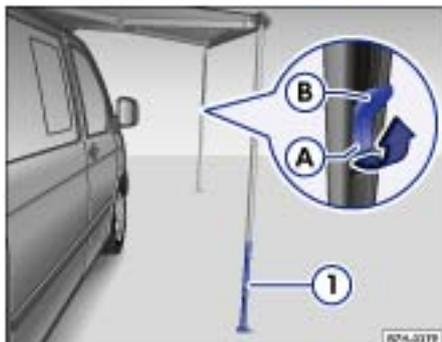

Fig. 40 Fixation solide de la marquise déroulée
- Réglez les deux béquilles → Fig. 40① à la hauteur souhaitée.
- Passez le bloqueur à bascule situé au milieu de la béquille de la position ① à la position ② pour le bloquer à la hauteur souhaitée.